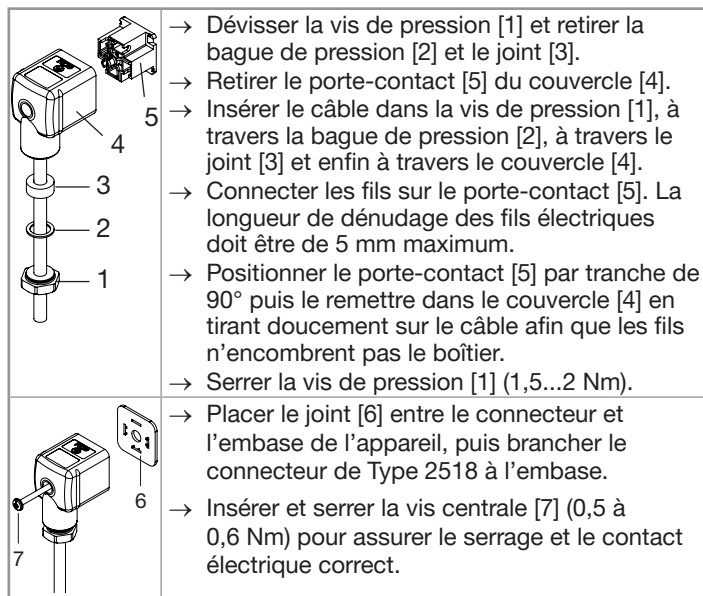

Fig. 6 : Assemblage du connecteur femelle type 2518 (fourni)
- Dévisser l'écrou [1] (voir Fig. 6) sur le connecteur femelle de type 2518 fourni avec l'appareil.